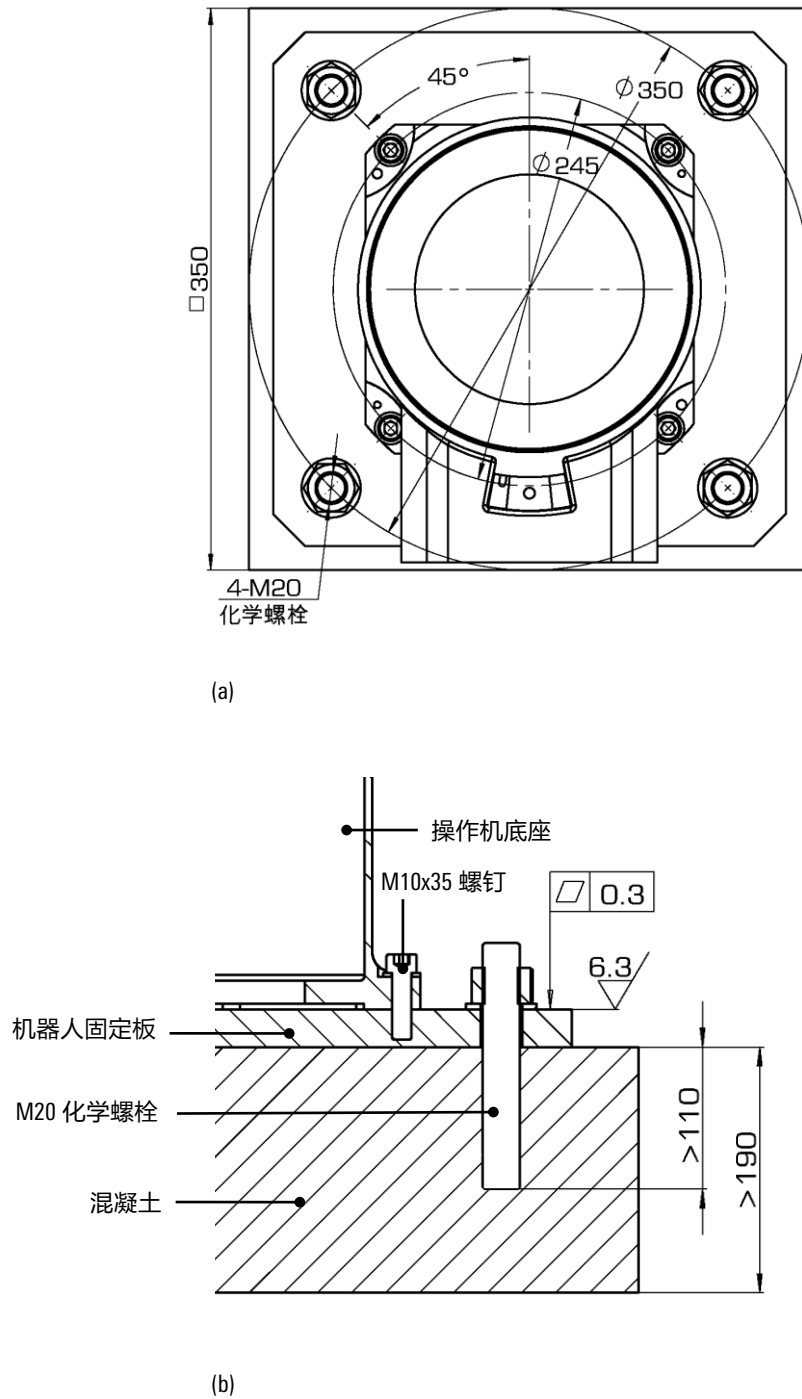

图 6-2 地面固定
- 固定板表面应满足一定粗糙度及平面度要求，具体见图 6-2。